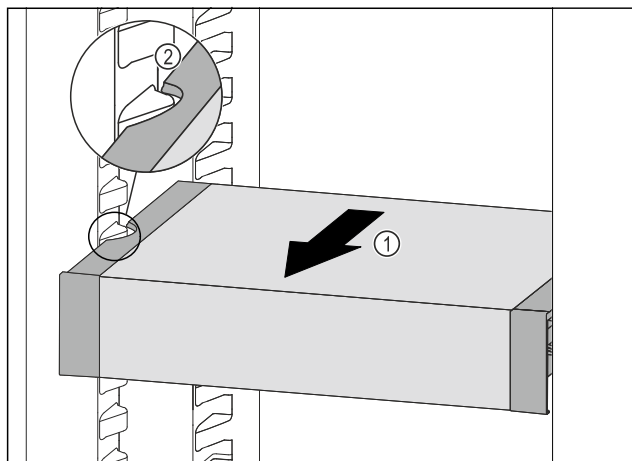

Fig. 176
- Ladicu VarioSafe vucite prema naprijed Fig. 176 (1) sve dok se bočni otvori ladice VarioSafe ne nađu na visini žlijeba spremnika u hladnjaku. Fig. 176 (2)